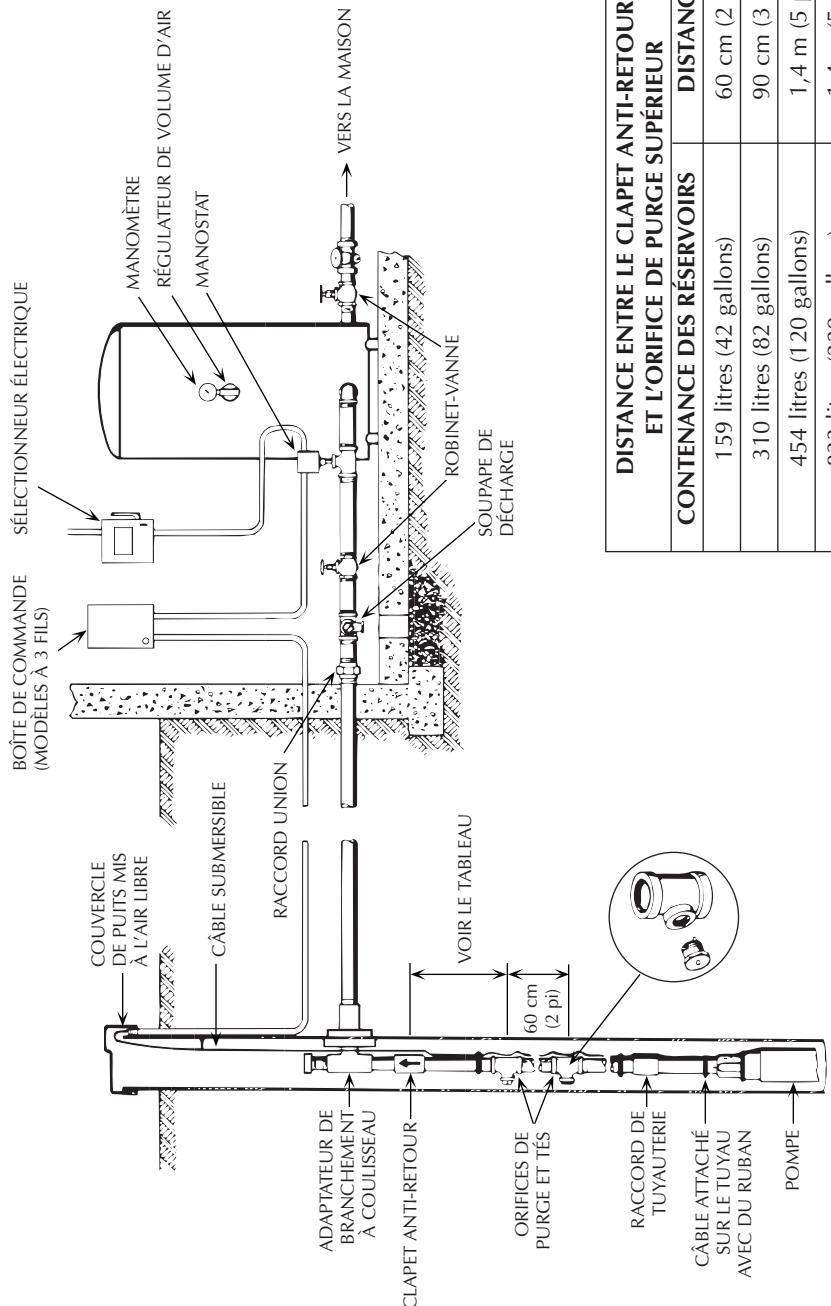

FIGURE 15 - Installation d'une pompe branchée sur un réservoir sous pression standard
1. Si un réservoir sous pression galvanisé standard est utilisé, installer deux orifices de purge à environ 60 cm (2 pieds) l'un de l'autre, comme il est illustré à la Figure 15 de la page 45. Ces orifices chargeront automatiquement d'air le réservoir. Se reporter à la Figure 15 pour déterminer l'emplacement de ces orifices.
Se reporter à la Figure 15 de la page 45 pour le raccordement des tuyauteries sur un réservoir sous pression standard et pour la bonne distance à laisser entre les orifices de purge et le réservoir sous pression.